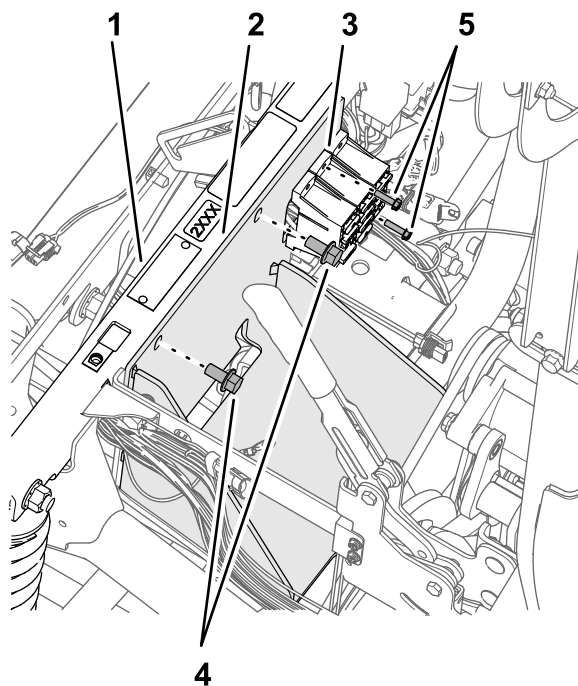

Рисунок 174
2. Установите кронштейн аккумуляторной батареи на опорную трубу амортизатора (Рисунок 174) с помощью двух болтов с фланцевыми головками (3/8 x 3/4 дюйма), сохраненных после выполнения пункта 4 в разделе Демонтаж аккумуляторной батареи \(300 А\) и кронштейна аккумуляторной батареи. (страница 84).
4. Прикрепите блоки предохранителей к кронштейну аккумуляторной батареи (Рисунок 174) с помощью болта (10-24 x 3/4 дюйма) и гаек (10-24 дюйма), снятых при выполнении пункта 3 в разделе Демонтаж аккумуляторной батареи \(300 А\) и кронштейна аккумуляторной батареи. (страница 84).